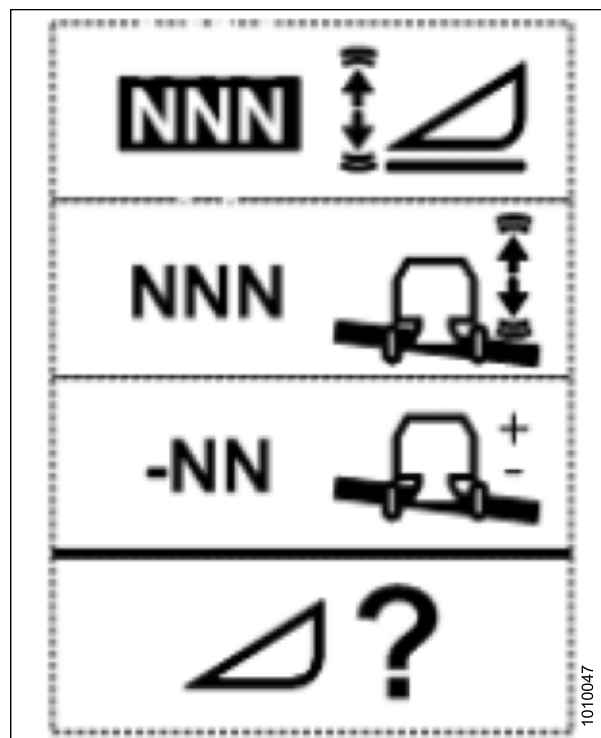

Figura 3.177: Página de cambio de sensibilidad de la altura
1. Use la tecla de CONFIGURACIÓN DE LA PLATAFORMA (M) para visualizar la página PANTALLA DE CAMBIO DE SENSIBILIDAD DE LA PLATAFORMA mostrada en la figura 3.177, página 145.
2. Use las teclas hacia ARRIBA y hacia ABAJO (E) o (H) para ajustar el elemento resaltado. El rango de configuración de sensibilidad de la altura es de 0 (menos sensible) a 250 (más sensible) en incrementos de 10.